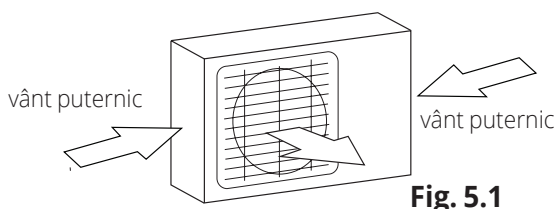

Fig. 5.1
- ✓ În cazul în care unitatea este expusă vântului puternic (de ex. la malul mării), unitatea trebuie plasată lângă perete pentru a o adăposti de vânt. Dacă este cazul, folosiți un adăpost. (A se vedea Fig. 5.1 și 5.2).